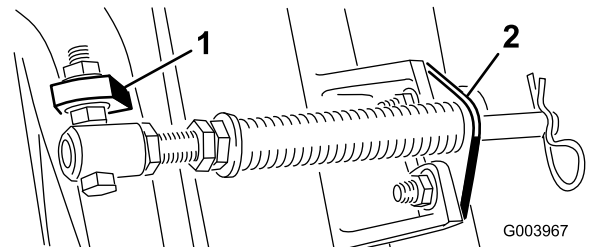

图5
- C. 将弹簧管栓安装到承载架的另一个凸耳上，并使用凸缘螺母固定。螺栓头朝向凸耳外侧，如图 5 所示。
D. 使用车身螺栓和螺母将杆支架固定到滚刀组凸耳上 (图5)。